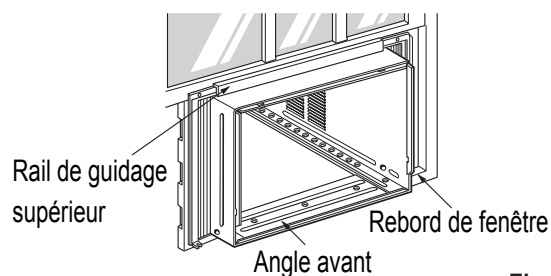

Fig. 1
1. Déposez les vis situées de part et d'autre et à l'arrière du boîtier. (Fig 1)
Placez le boîtier soigneusement sur le rebord de fenêtre et alignez le repère central de sa portion inférieure avant avec la ligne tracée sur le rebord de fenêtre. (Fig. 1)